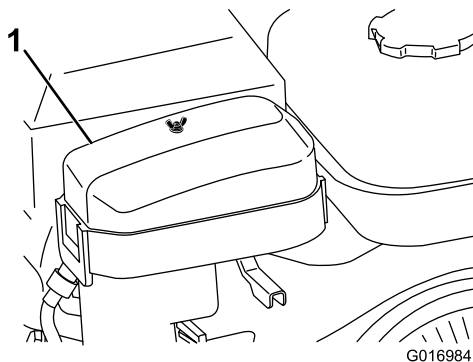

Figura 25
2. Retire a porca que fixa a parte superior do filtro de ar e retire a cobertura (Figura 25).